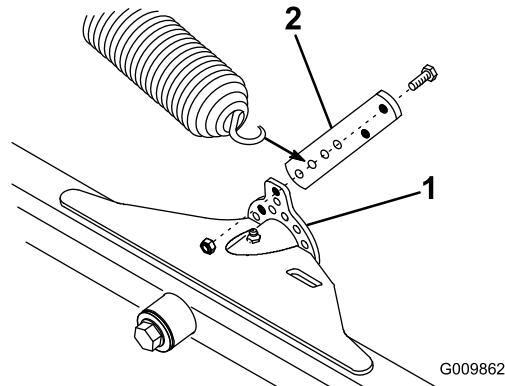

Bild 14
1. Befestigen Sie einen Federanker mit 2 Schrauben (1/4 x 3/4 Zoll) und Sicherungsmuttern an der hinteren Innenseite jeder Hubnase der vorderen Mähwerke, siehe Bild 14.
2. Haken Sie die Feder an den vorderen Mähwerken in das zweite Loch von unten (dritte Stellung) in den Federankern (Bild 14).